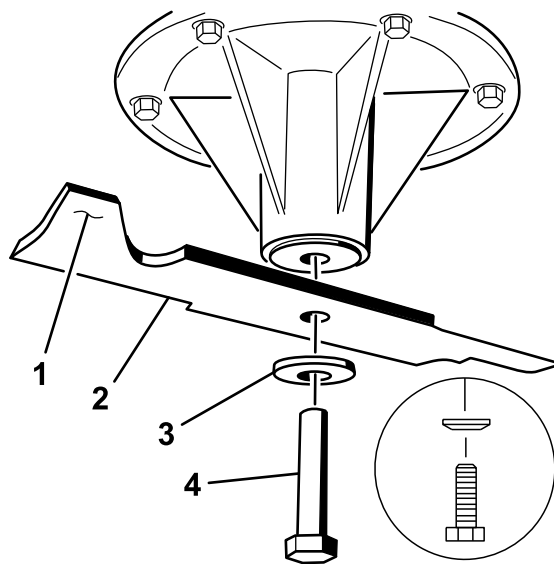

Figura 111
2. Retire del eje el perno de la cuchilla, la arandela curva y la cuchilla (Figura 111).
1. Instale la cuchilla en el eje (Figura 111).
2. Instale la arandela curva y el perno de la cuchilla (Figura 111).